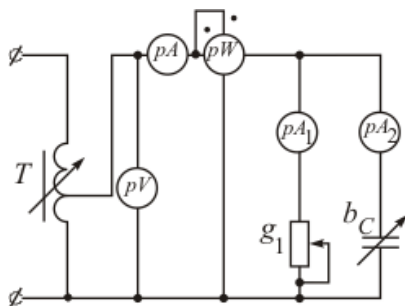

Рис. 4.4.
2. Для цепи, схема которой показана на рис. 4.4, качественно постройте:
3. Соберите электрическую цепь по схеме рис. 4.4. При неизменном напряжении на входе цепи исследуйте зависимости токов и активной мощности от величины  $g_1$ . Результаты опытов занесите